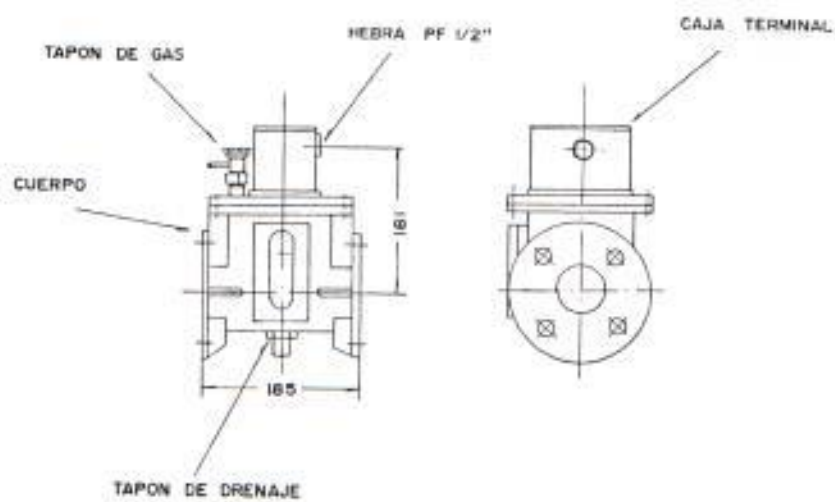
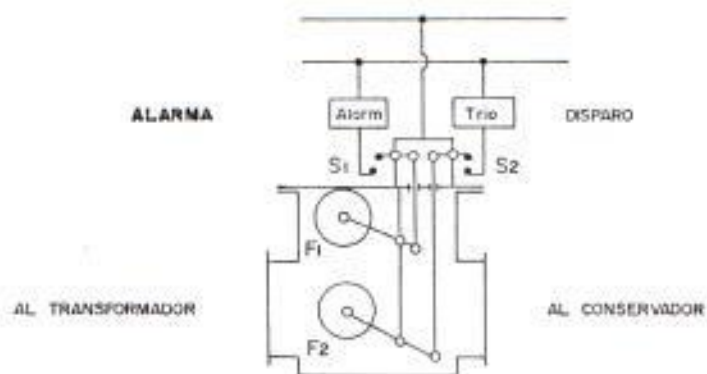

FIG. 6 RASGOS DEL RELE BUCHOLTZ
FIG. 7 PRINCIPIO DEL RELE BUCHHOLTS
*Operación.- Como se muestra en las Figs. 6, 7 y 8, el relé se coloca en el tubo que conecta el transformador y el conservador. Como se muestra en la Fig. 6, la cámara de aceite está ordinariamente llena de aceite y los flotantes están situados en las posiciones indicadas en la Fig. 7 debido a su empuje. Si ocurre cualquier falla menor anormal en el autotransformador, las burbujas del gas se acumulan sobre la superficie de la cámara de aceite y el flotador F1 desciende para cerrar el circuito de alarma S1, mientras que el flotador F2 permanece inmóvil.